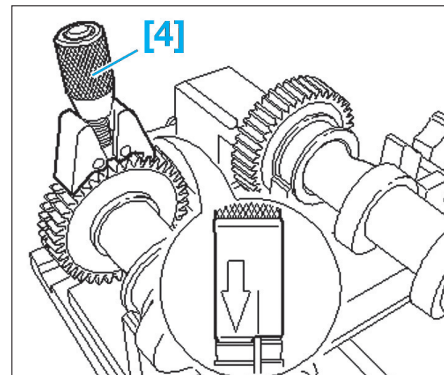

Fig. 59
- Tendre l'outil de serrage [4] à l'aide de la molette jusqu'à ce que les flancs des dents coïncident (Fig.59).